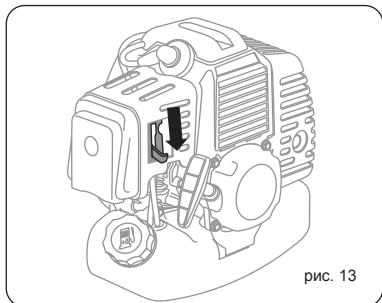

рис. 13
- На ручке управления нажмите рычаг дроссельной заслонки и зафиксируйте его фиксатором (Рис.13).
- Рычаг воздушной заслонки переведите вниз, затем нажмите на рычаг дроссельной заслонки для разблокировки (Рис.13).